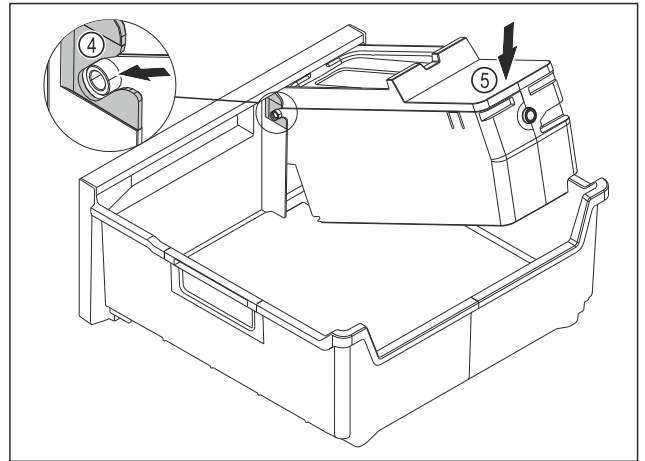

Fig. 121
- ▶ EasyTwist-Ice-corpus monteren: Assen van de EasyTwist-Ice-corpus in de geleidingen Fig. 121 (4) schuiven.
- ▶ EasyTwist-Ice-corpus Fig. 121 (5) achter omlaag drukken.